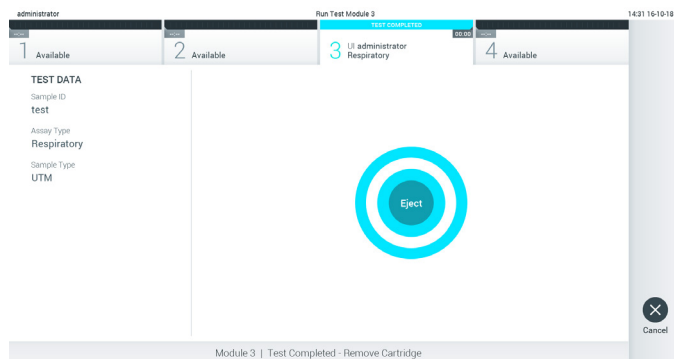

Figura 29. Afișarea ecranului Eject (Scoatere).
10. După ce testarea este finalizată, va apărea ecranul **Eject** (Scoatere) (Figura 29). Apăsați **Eject** (Scoatere) pe ecranul tactil pentru a scoate cartușul de test QIAstat-Dx și eliminați-l ca biodeșeu periculos, în conformitate cu toate regulamentele și legile naționale, regionale și locale privind sănătatea și securitatea în muncă.